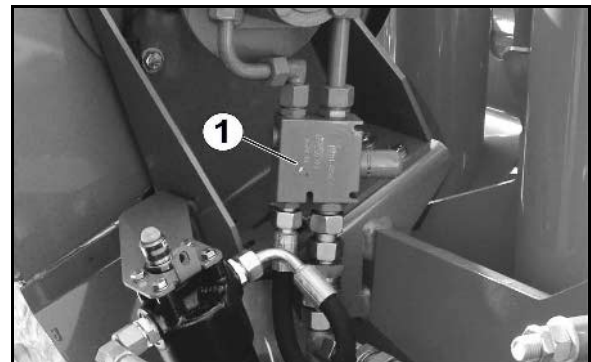

Fig. 82
- Druckbegrenzungsventil am Gebläse (Fig. 82/1)